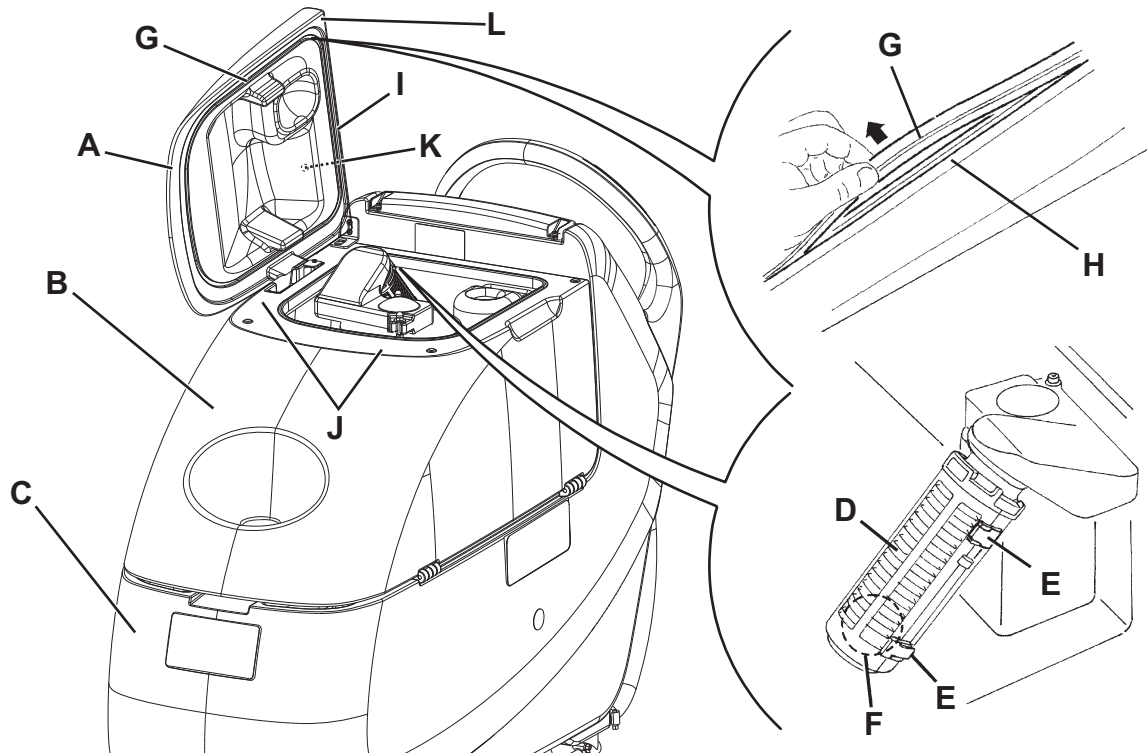

Abbildung 4
1. Netzkabel (3) vom Stromnetz lösen und auf den Halter (4) wickeln.
3. Den Deckel (18) in der Waschposition (L, Abb. 4) bringen.
4. Den Deckel (A), die Tanks (B und C) und das Ansauggitter mit automatischem Schwimmverschluss (D) mit klarem Wasser reinigen und waschen.